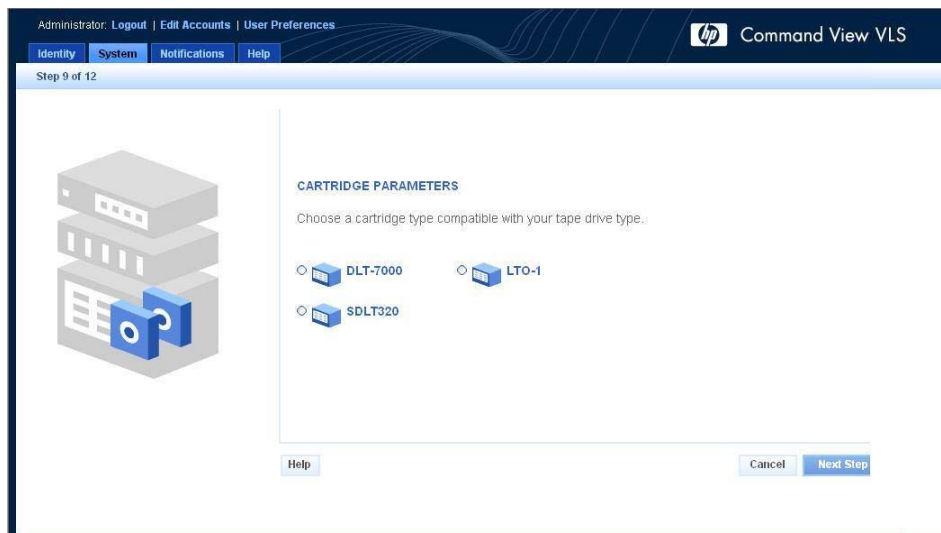

Figure 36 Fenêtre Create Virtual Library Wizard (Assistant de création de librairie virtuelle) (9 de 12)
- 6. Sélectionnez le type de cartouche physique à émuler (Figure 36).